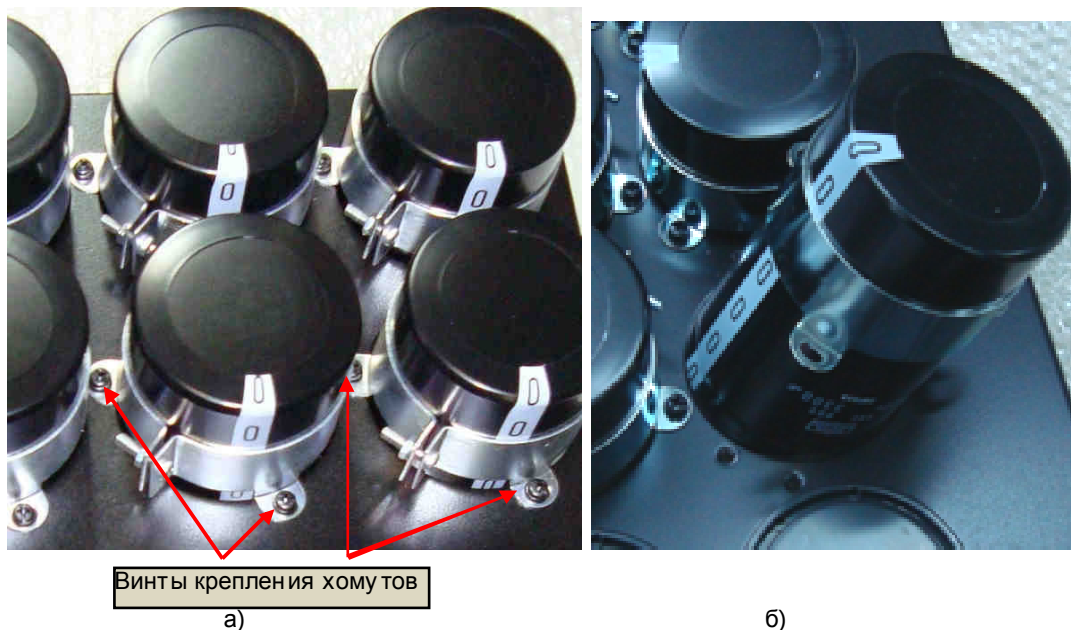

Рис. 6.25.
6.12.3. Выкрутить винты крепления хомутов конденсаторов (рис. 6.25а). Снять конденсаторы вместе с хомутами (рис. 6.25б), положить в тару.